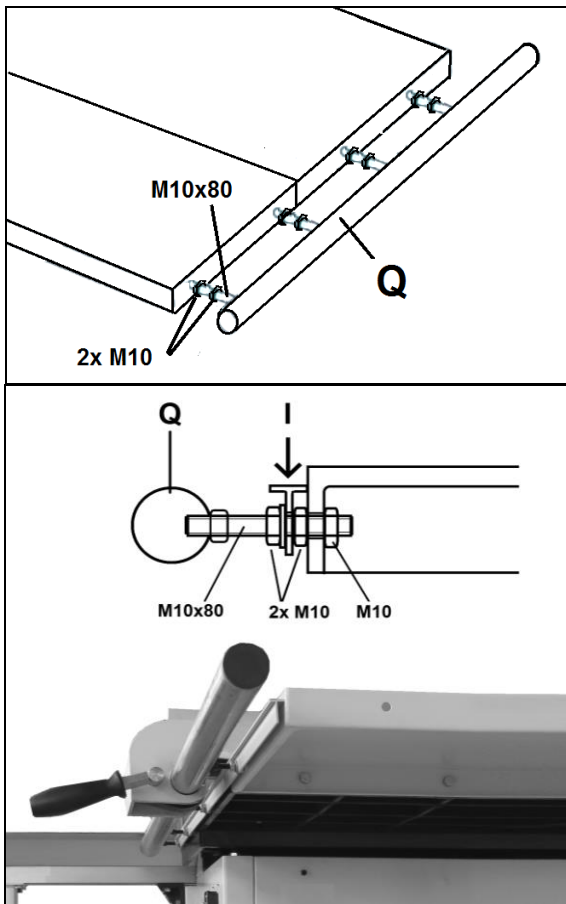

Fig 9
Vier M10x80 Schrauben in die Rundstange (Q, Abb. 9) einschrauben.
Den Skalenträger (I) einsetzen und mit Scheiben und Muttern befestigen (Abb. 9).